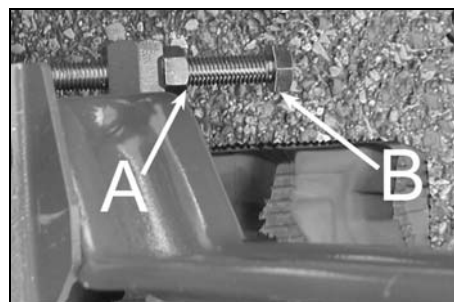

Figura 26
2. Allentare il controdado sul bullone tendicingolo nella parte posteriore della macchina (A, figura 26).